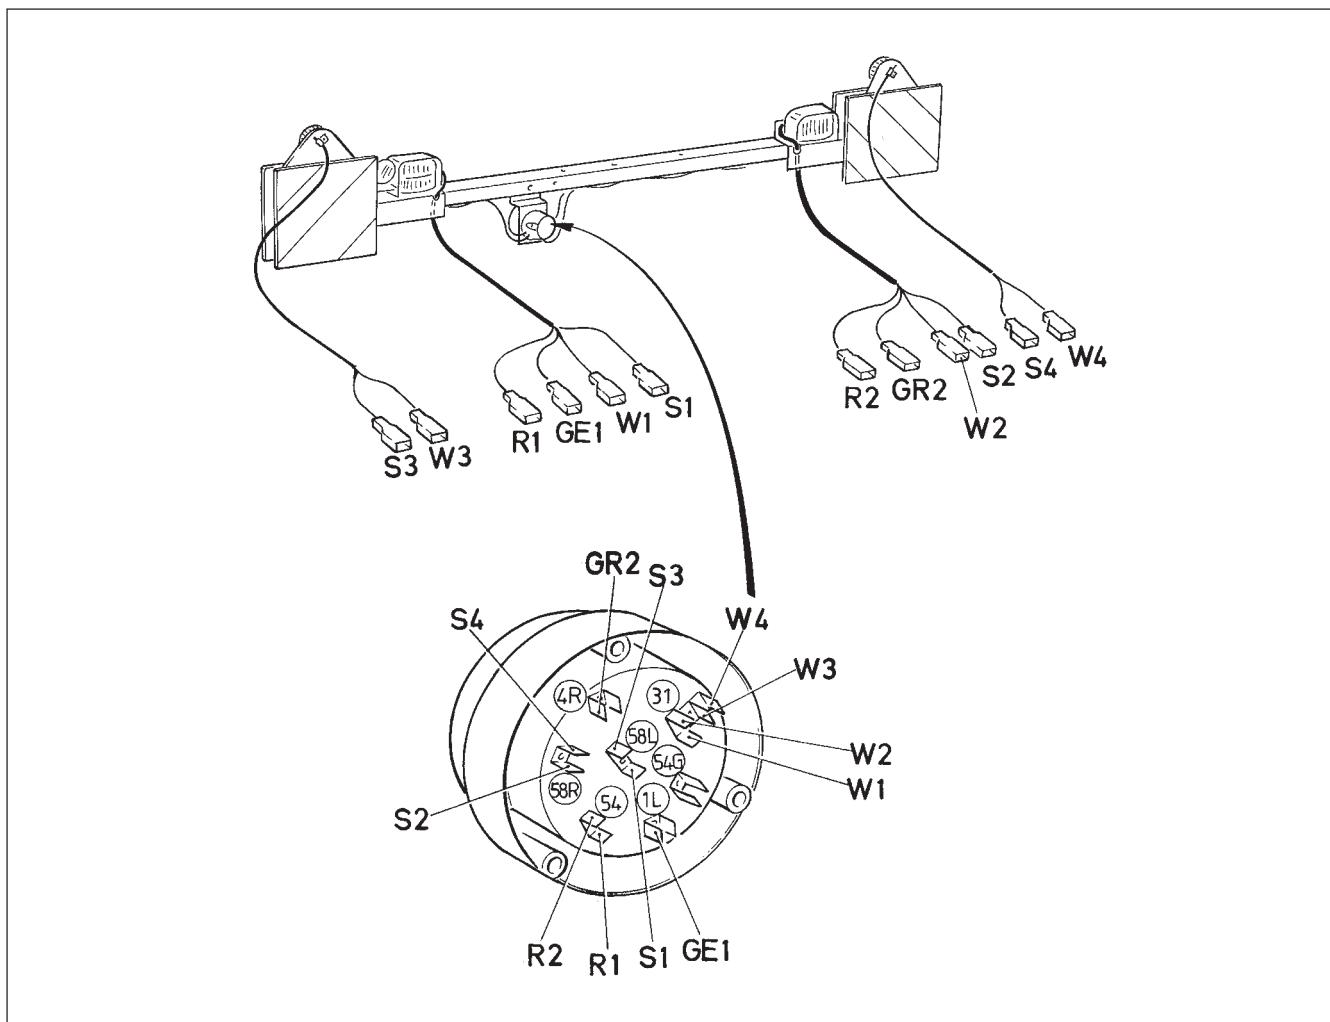
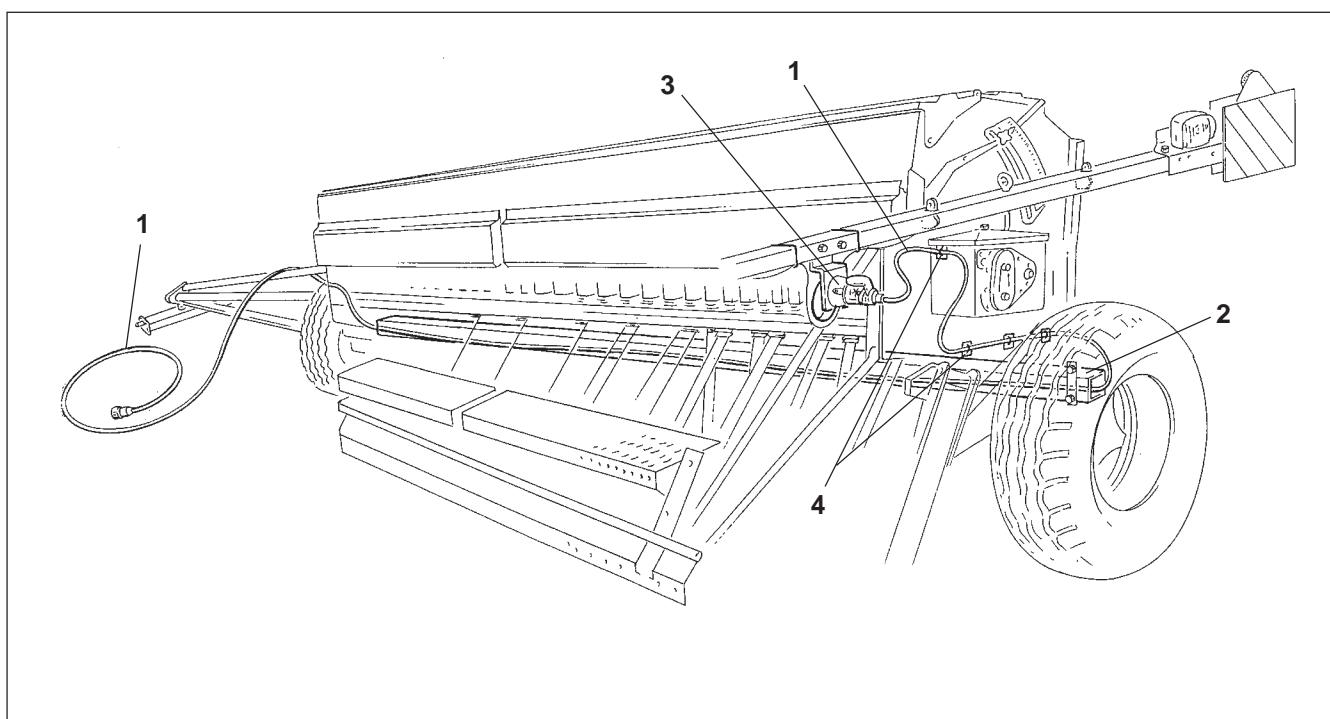

Рис. 19.16
Рис. 19.17
- Прикрутите разъем (Рис. 19.17/3) и подключите кабель освещения к разъему согласно Рис.19.16 и следующей таблицы.
- Разъем (Рис. 19.17/3) прикручивается к транспортной крепежной планке.
- Кабель освещения (Рис. 19.17/1) протянуть через главную трубу рамы (Рис. 20.17/2) сеялки.
- Осветительный кабель (Рис. 19.17/1) вставить в разъем (Рис. 19.17/3) и закрепить при помощи клемм (Рис. 19.17/4) и клейких панелей. Клейкая поверхность должна быть чистая.
- Кабель осветительных приборов (Рис. 19.17/1) подключите к трактору и проверьте дееспособность освещения.